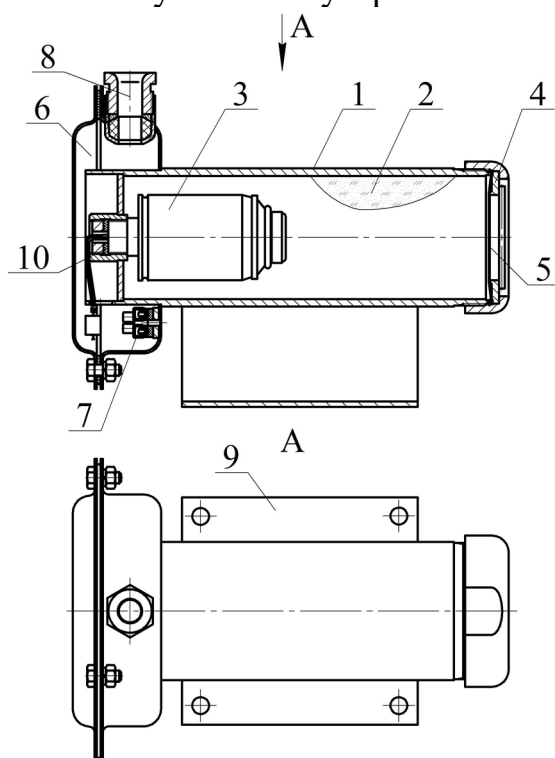

Рисунок 1
1.4.1.1 МПП (см. рисунок 1) состоит из корпуса **1**, в котором размещаются огнетушащий порошок (ОП) **2** и источник холодного газа (ИХГ) **3**. В передней части корпуса находится насадок-распылитель **4**, выходное отверстие которого перекрыто мембраной **5**.